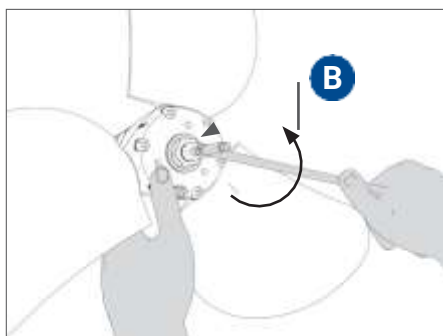

FIG. 34 Dévisser le boulon de sécurité "B"
- Desserrer le boulon de sécurité **B** (si présent) dans le sens anti-horaire (Fig. 34).